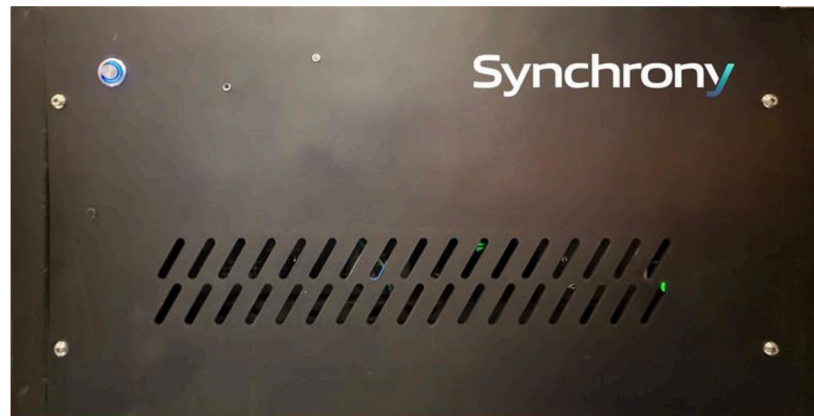

Abbildung 16. *Synchrony*-Frontabdeckung mit Ein-/Aus-Taste
- Schalten Sie das *Synchrony*-System ein, indem Sie den Netzschalter (**Abbildung 16**) an der Vorderseite drücken. Die blaue LED auf der Vorderseite leuchtet auf, woraufhin sich *Synchrony* einschaltet.
Schalten Sie das *Synchrony*-System ein, indem Sie den Netzschalter an der Vorderseite des *Synchrony*-Schranks drücken (**Abbildung 16**).
Legende für Abbildung 16